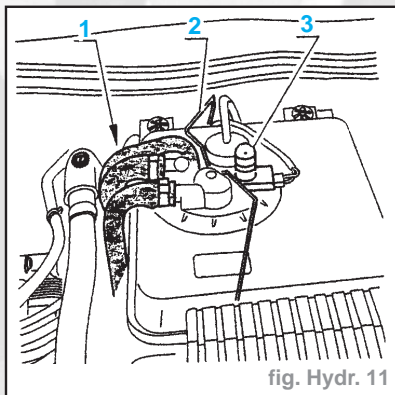

fig. Hydr. 11
- Dégrafer du support latéral tous les tubes (1) (fig. Hydr. 11).
- Déconnecter l'indicateur de niveau (3). (fig. Hydr. 11)
- Agrafer les tubes (1) sur le support latéral (fig. Hydr. 11).